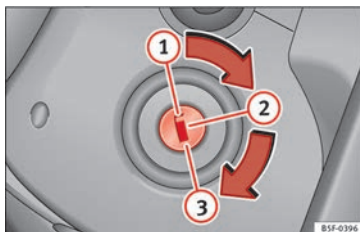

Fig. 198 Posiciones de la llave del vehículo.
Llaves del vehículo » fig. 198
3.	Sólo en los vehículos con motor diésel: para el precalentamiento, gire la llave en la cerradura de encendido a la posición » fig. 198 ② . En el cuadro de instrumentos se ilumina el testigo de control » .